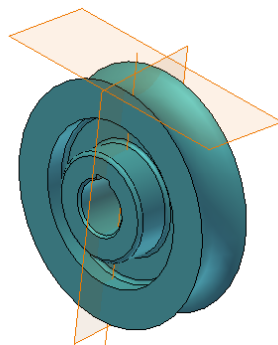

图 8-50 建立第二个工作平面
④建立第二个工作平面, 以作为绘制扫掠截面轮廓图形的所在草图平面。选择【工作平面】工具后, 选择原始坐标系下的 XY 平面, 在打开的【偏移距离】对话框中输入 102, 按下回车键完成工作平面的创建, 所创建的第二个工作平面如图 8-50 所示。